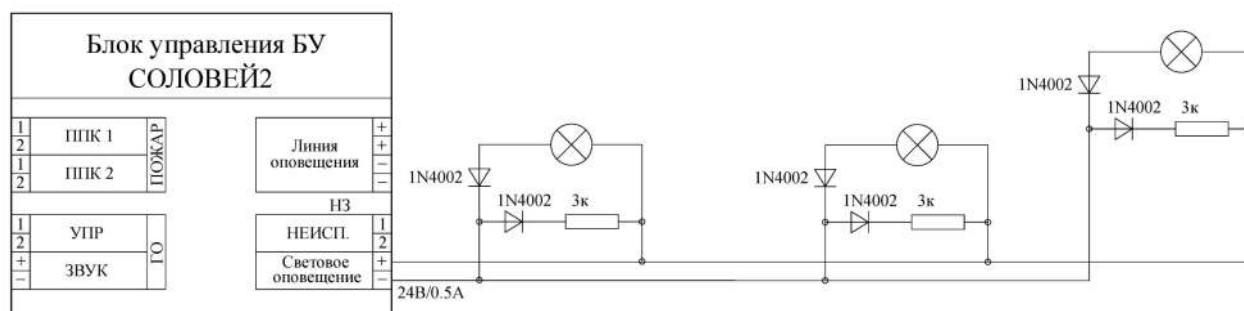

Рис. 4
Блок управления СОЛОВЕЙ2-БУ1-50(100) осуществляет контроль исправности линии оповещения световых оповещателей. Схема подключения световых оповещателей приведена на рис. 4.